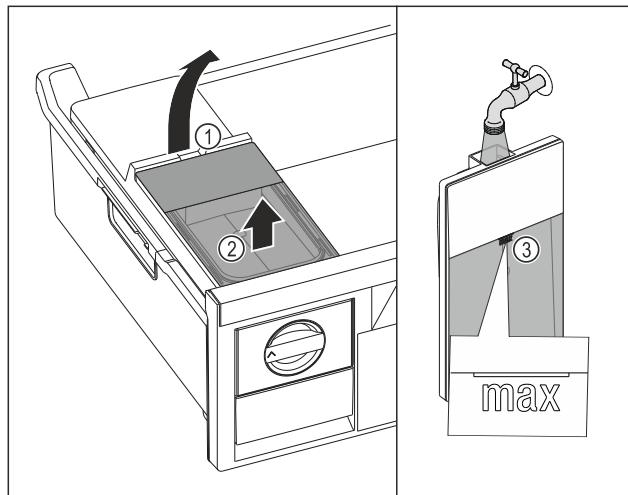

Fig. 123
- ▶ Soulever le réservoir d'eau par l'encoche Fig. 123 (1).
- ▶ Retirer le réservoir d'eau par le haut. Fig. 123 (2)
- ▶ Remplir le réservoir d'eau potable jusqu'au repère Fig. 123 (3).